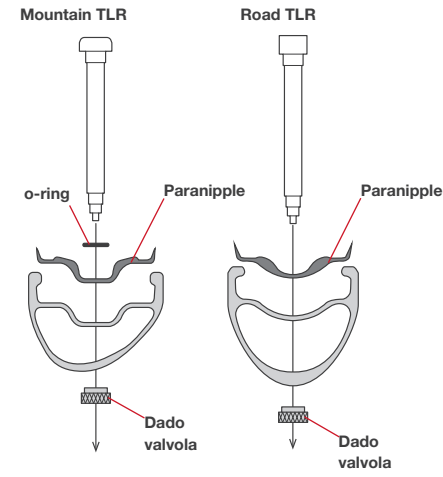

Figura 10. La forma a U del nastro deve essere rivolta verso il centro del cerchio.
2. Allineare il foro della valvola del cerchio e quello della valvola del nastro. La forma a U del nastro deve essere rivolta verso il centro del cerchio e l'offset dei nastri deve corrispondere all'offset del cerchio (Figura 10).
3. Posizionare la valvola Tubeless Ready attraverso il foro della valvola del nastro, quindi attraverso il cerchio. Sui cerchi per mountain bike, verificare che la guarnizione ad anello in gomma sia presente sulla valvola prima di posizionarla nel cerchio (Figura 10).